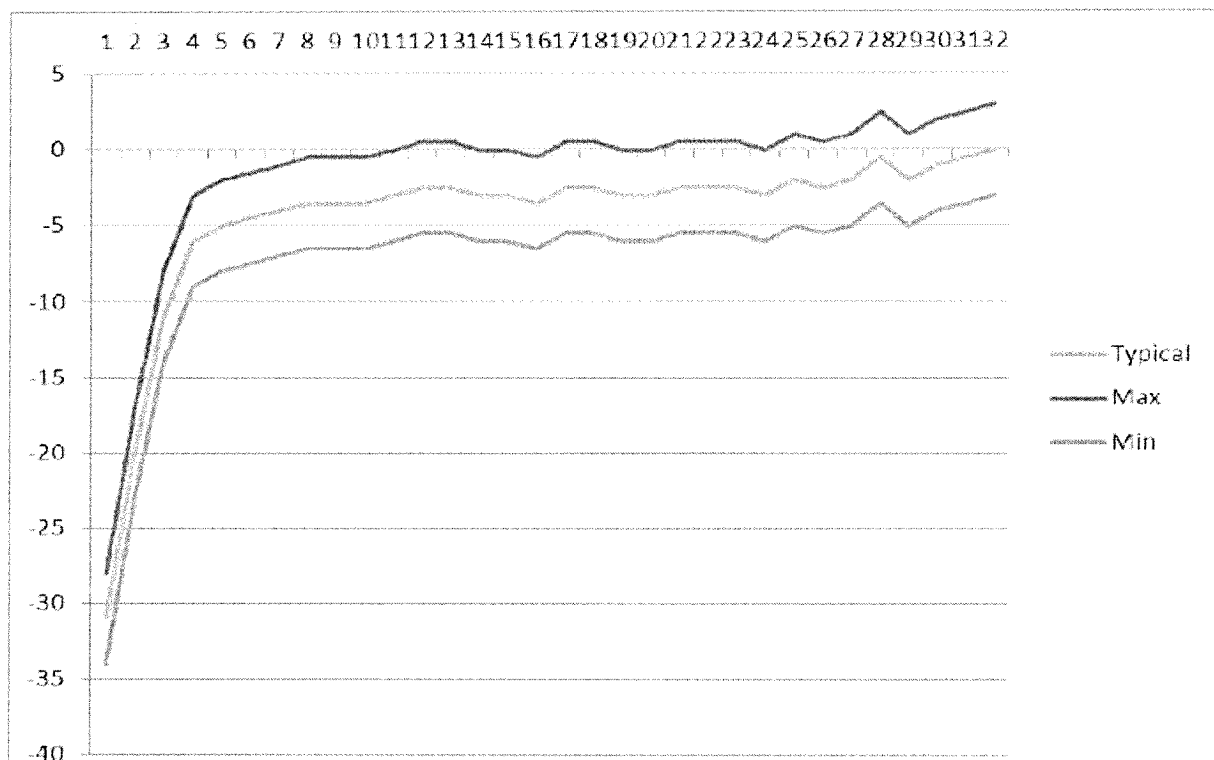

Рис.8
6.3.3.1. Выполнить соединения по указанной схеме рисунок 8.